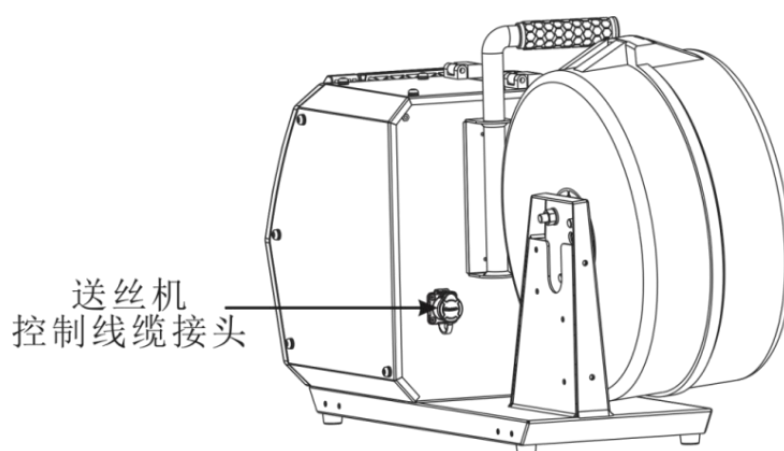

图 2-3 送丝机后方接头示意图
2. 另一端插入送丝机后方插座上并紧固，送丝机控制线缆连接完成，如图 2-3 所示。